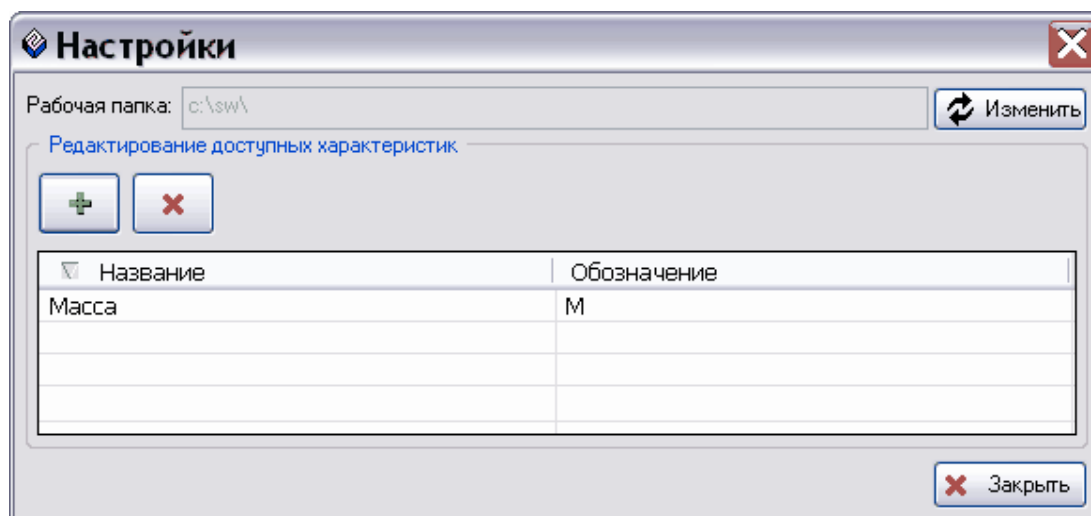

Рис. 13
4. Нажмите Ok. При этом произойдет возврат в окно **Настройки**, и в списке доступных характеристик появится название «Масса» (Рис. 13).